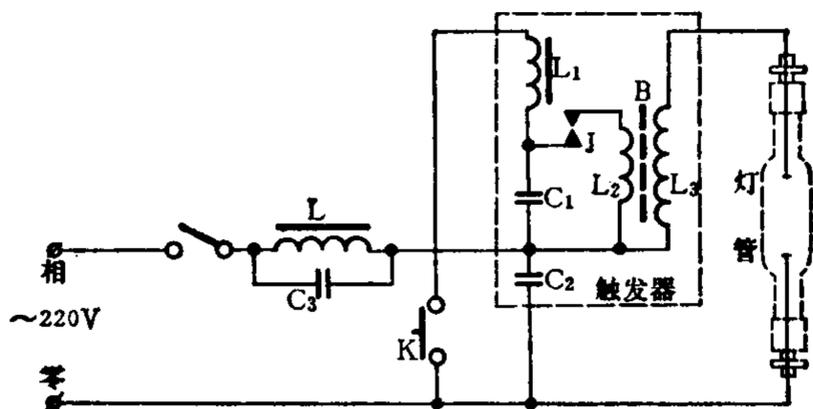

图 39·2-9 1000 W 钠铊铟灯工作线路
a. 钠铊铟灯 ① 400瓦钠铊铟灯的工作线路可参照图 39·2-7,其启动和再启动性能与高压钠灯相似。② 1000瓦钠铊铟灯须加触发器启动,工作线路见图 39·2-9 所示。灯的启动过程:接通电源,按下触发按钮 K,由于振子触点 J 周期性地吸合、断开, J、C₁、L₂ 构成一个衰减式振荡回路,其振荡频率由 C₁、L₂ 决定。B 的次级圈 L₃ 上将感应出 10 千伏的高频高压,灯管在此电压作用下即点燃发光。